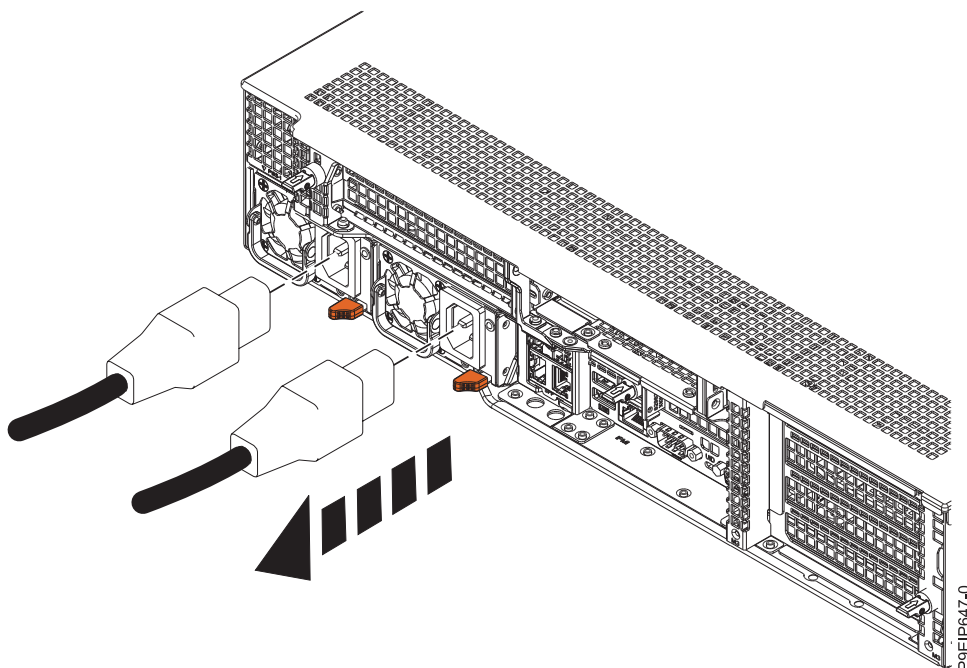

Figura 110. Removendo os cabos de energia do sistema
2. Rotule e desconecte os cabos de energia da unidade de sistema conforme mostrado na Figura 110 na página 108.